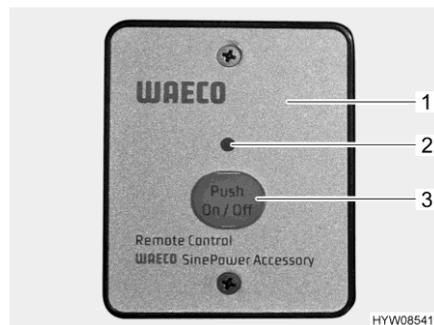

Fig. 104 Interruttore esterno (invertitore)
**Funzionamento dell'interruttore esterno** L'interruttore esterno (Fig. 104,1) è integrato in un armadietto pensile sul lato sinistro.
- Accensione:* ■ Premere il tasto "On/Off" (Fig. 104,3). Il LED (Fig. 104,2) si accende.
- Spegnimento:* ■ Premere il tasto "On/Off" (Fig. 104,3). Il LED (Fig. 104,2) si spegne.